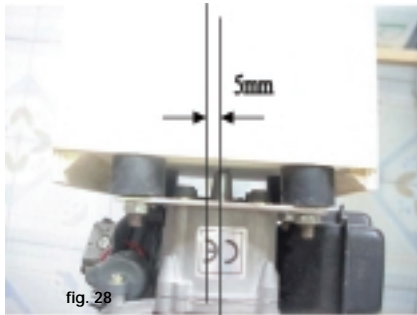

fig. 28
Install the motor with soft mounts. The motor back should have 5mm off-set with center line of the fuselage, see fig. 28.
*Monteer de motor met 'soft mounts'. De as van de motor moet 5mm afwijken van de centerlijn van de romp, zie fig. 28.*
Installez le moteur avec les silent blocs. L'arrière du moteur doit être décalé de 5mm par rapport à l'axe du fuselage, voir fig.28.